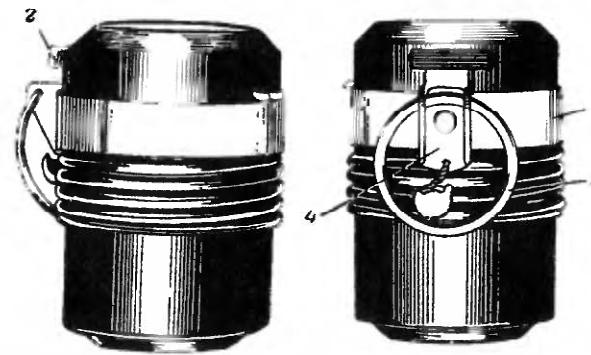

Рис. 62. Общий вид германской ручной гранаты М-34:
4. Германская ручная граната М-34 (рис. 62)